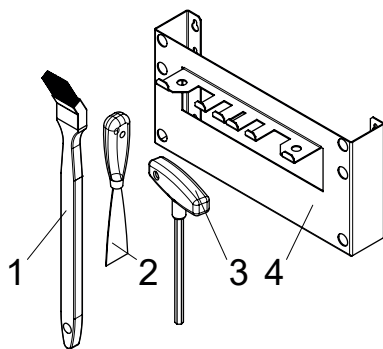

Fig. 126 Apparecchi di pulizia e di comando
- Montare la mensola di sospensione con la cartella dei manuali e gli apparecchi di pulizia e di comando su una parete del locale caldaia – Fig. 126.